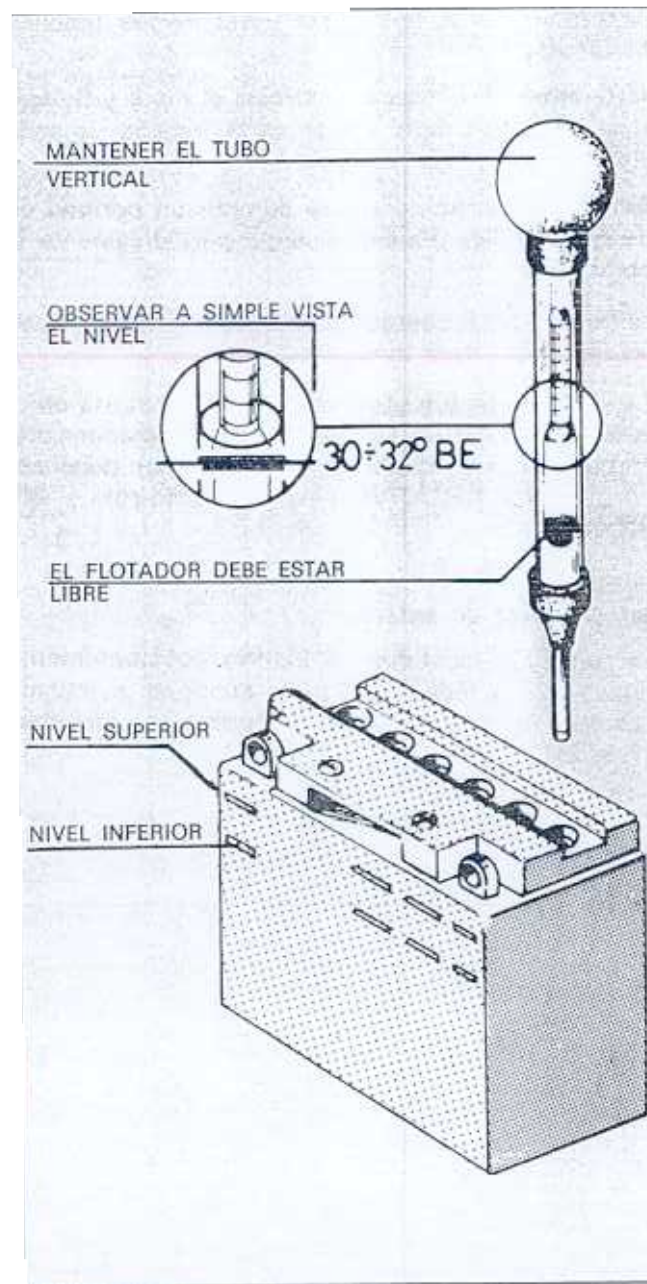

Fig. 32 E
(Fig. 32 E)
1. Quitar la cinta adhesiva y los tapones, llenar los elementos con ácido sulfúrico de calidad adecuada para acumuladores, de peso específico  $1,26 \div 30^\circ \text{Be}$ , a una temperatura no inferior a  $15^\circ \text{C}$  hasta el nivel superior (Fig. 32 E).
El nivel del electrólito, que debe ser controlado frecuentemente, debe rozar justamente el nivel superior (Fig. 32 E). Para restablecer el nivel emplear agua destilada.